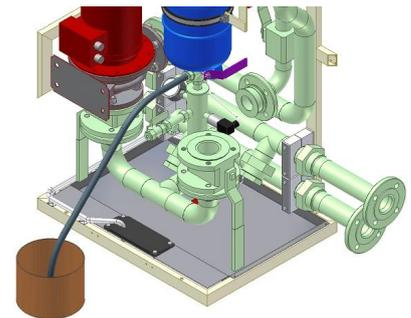

Рис. 6.2-5.
2. Поместите под краном ведро объемом восемь (8) литров (если форсунка или мембрана расширительной емкости повреждена, из резервуара может вылиться до 8 литров воды).
3. Поверните рычаг (обозначенный фиолетовым цветом на рис. 6.2-5) крана V160 на 90° так, чтобы он указывал в обратном от вас направлении (указывал на заднюю стенку). Теперь первичный контур закрыт и, следовательно, выльется только жидкость из расширительной емкости. (В конце штока нанесена маркировка, позволяющая вам правильно расположить 3-ходовой клапан. Эта маркировка показывает направление открытого потока.)